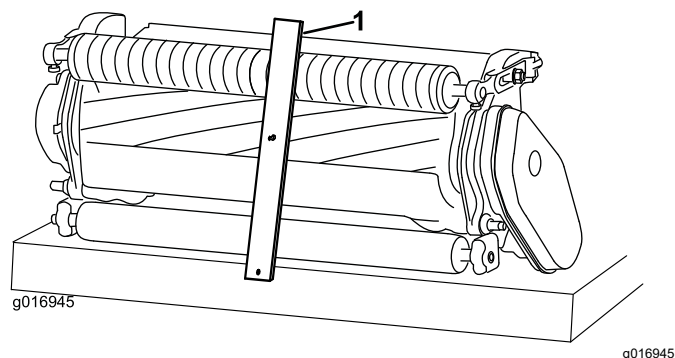

图 10
2. 将剪草高度调刀尺的螺丝头钩在底刀刀刃的右侧并将调刀尺的后端放到后滚筒上 图 10。